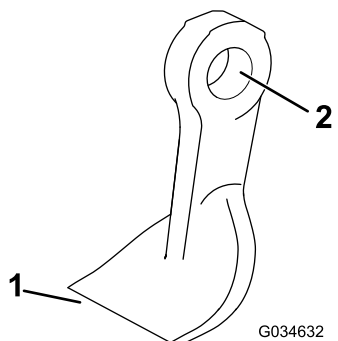

Figura 21
- Verificai fiecare lamă pentru a descoperi urme de deteriorare, acordând o atenție deosebită elementelor de fixare, tăiului și orificiului de montare (Figura 21). Înlocuiește toate lamele și elementele de fixare deteriorate.